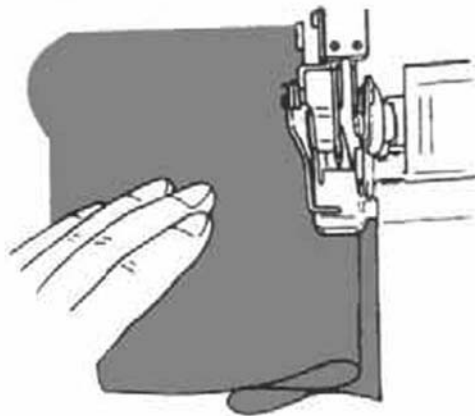

Bild 95
3. Vik sömmen först mot den vänstra och sedan den högra sidan tills tygkanten hamnar 6 mm utanför den första vikningen (bild 95).